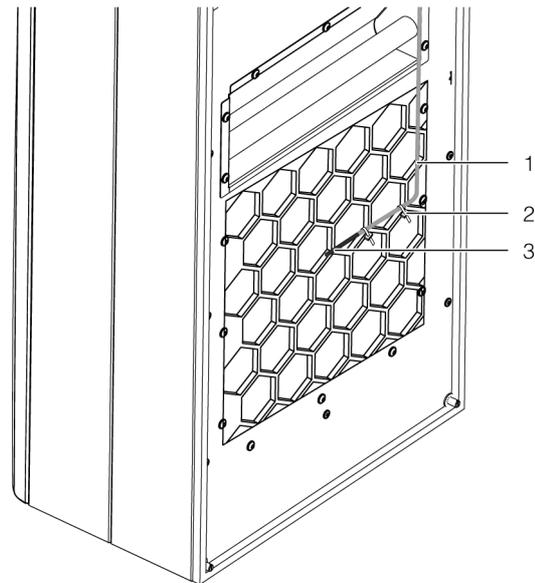

Fig. 23: Sensore di temperatura davanti alla bocchetta di uscita dell'aria fredda (figura a titolo d'esempio)
- Installare il sensore di temperatura in posizione centrale davanti alla bocchetta di uscita dell'aria fredda del condizionatore (Fig. 23).